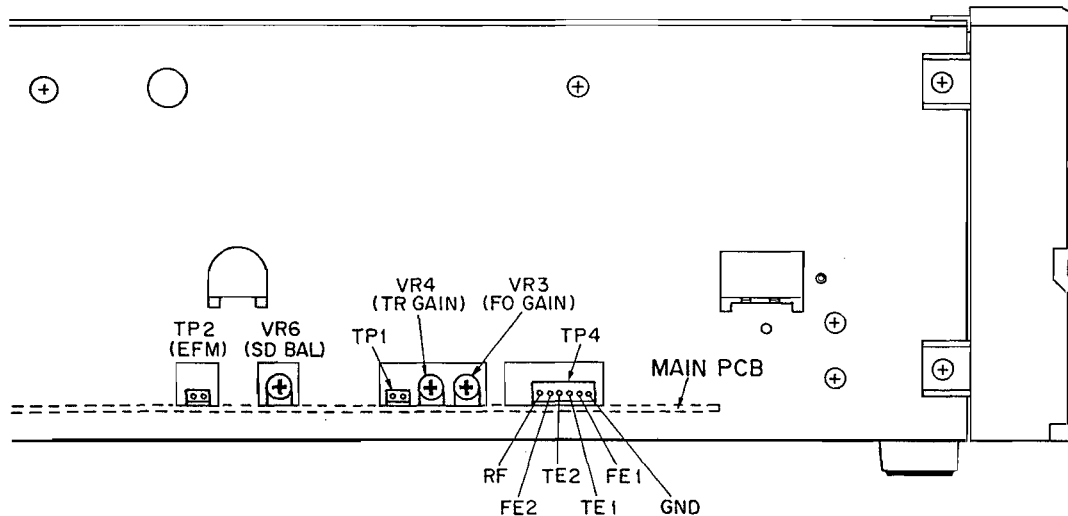

Fig. 4-8
* Adjustment Points: AUDIO PCB (Fig. 4-8)
* 調整箇所 : AUDIO PCB (図4-8 参照)